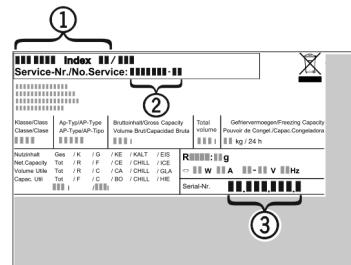

Fig. 15
- Прочетете от идентификационната табелка описането на уреда Fig. 15 (1), сервизния № Fig. 15 (2) и серийния № Fig. 15 (3). Идентификационната табелка се намира на лявата вътрешна стена на уреда.
- Обадете се на сервизната служба и посочете неизправността, описането на уреда Fig. 15 (1), сервизния № Fig. 15 (2) и серийния № Fig. 15 (3).